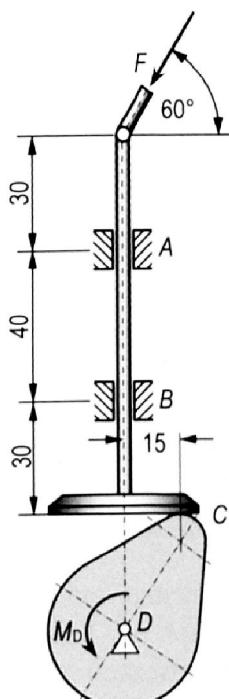

Bild 4.32:
4. Auf den Tellerstöbel mit Kreisbogennockenantrieb wirkt die Kraft $F = 85 \text{ N}$ (**Bild 4.32**). Man bestimme für die gezeichnete Stellung die Kraft \vec{F}_C , die vom Nocken auf den Stöbel ausgeübt wird, die Führungskräfte \vec{F}_A und \vec{F}_B sowie das Antriebsmoment M_D .
3. Stößel in Aufgabe 4, S. 65 (**Bild 4.32**).